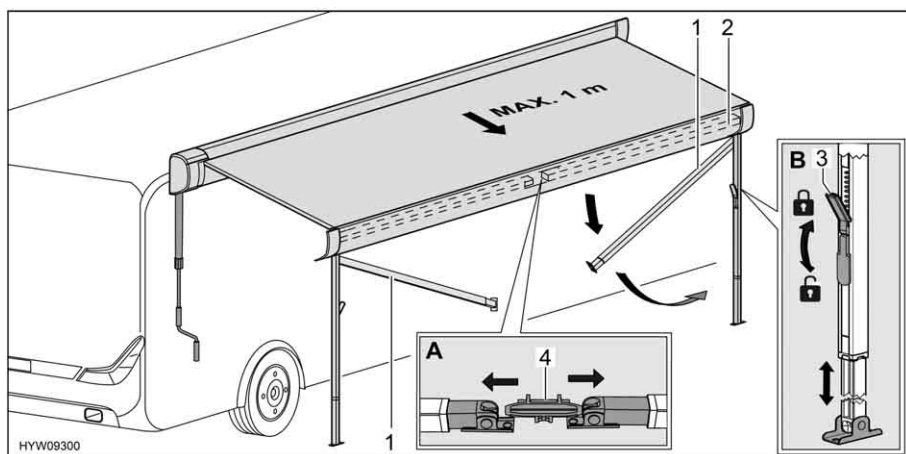

Fig. 43 Preparazione dei montanti di supporto
- Sbloccare i montanti di supporto (Fig. 43,1) dal supporto (Fig. 43,4) nel listello anteriore (Fig. 43,2). A tale scopo, premere leggermente verso l'esterno i montanti di supporto (Fig. 43,A).
- Allentare i bloccaggi (Fig. 43,3) dei montanti di supporto. A tale scopo, ripiegare la leva di serraggio verso il basso.
- Estrarre la parte inferiore dei montanti di supporto fino alla lunghezza desiderata (Fig. 43,B).
- Chiudere i bloccaggi (Fig. 43,3) dei montanti di supporto. A tale scopo, tirare verso l'alto la leva di serraggio.